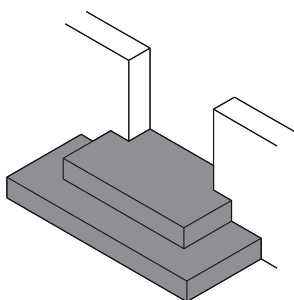

fig. 13.11
■ Le **perron** (fig. 13.11) : petit escalier extérieur de quelques marches placé le plus souvent devant une porte d'entrée.